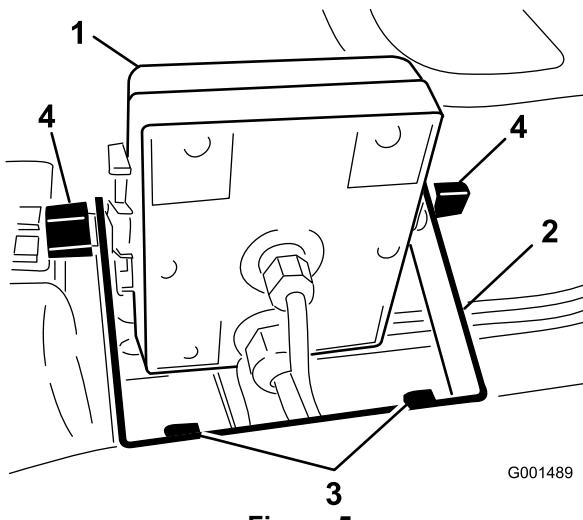
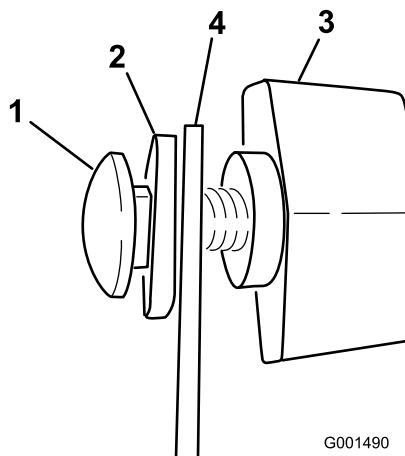

Figura 5
Figura 6
- Instale el soporte del monitor en el salpicadero (Figura 5) usando 2 pernos con arandela prensada (1/4 x 3/4 pulgada) y 2 tuercas con arandela prensada (1/4 pulgada).
- Instale sin apretar los 2 pernos de cuello cuadrado, arandelas de goma y pomos en el soporte de la manera indicada en las Figuras Figura 5 y Figura 6.
- Instale el monitor Spray Pro sobre las cabezas de los pernos de cuello cuadrado (Figura 5) y apriete los pomos para fijarlo.